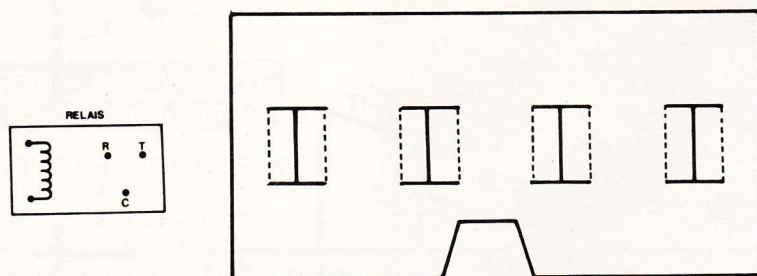

Fig. 4 Détails de fabrication du réflecteur.
e) Réalisation du réflecteur (fig. 4)
dont le gabarit grandeur nature est dessiné **figure 4**. Il suffit de le reproduire sur un papier calque, puis sur papier bistol. Les découpes sont représentées en traits pleins et les pliages en pointillés. Pour le fixer dans l'appareil il suffit de l'enfiler sur les lampes.